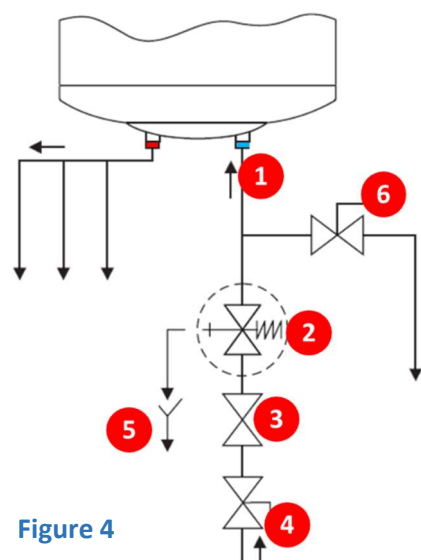

Figure 4
Ci-contre (figure 4), un schéma de principe pour le raccordement hydraulique
- Ouvrir le robinet 6 (figure 4) pour laisser couler toute l'eau contenue dans le chauffe-eau. Si l'installation ne dispose pas d'un robinet de ce type, le chauffe-eau peut être vidangé comme il suit :